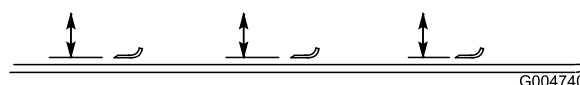

Figure 80
2. Tournez la lame dans le sens longitudinal (Figure 80). Mesurez la distance entre l'intérieur du plateau de coupe et le tranchant à l'avant de la lame. Notez cette valeur.